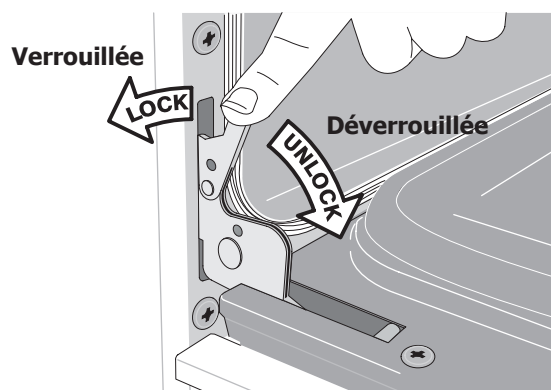

Fig. 2
2. Abaissez complètement les verrous des charnières de gauche et de droite du cadre du four vers la porte du four jusqu'à ce qu'ils soient en position déverrouillée (fig. 2). Vous pourriez avoir besoin d'un petit tournevis à tête plate.
4. Poussez les verrous des charnières de droite et de gauche vers le haut et dans le cadre du four jusqu'à ce qu'ils soient en position verrouillée (fig. 2).